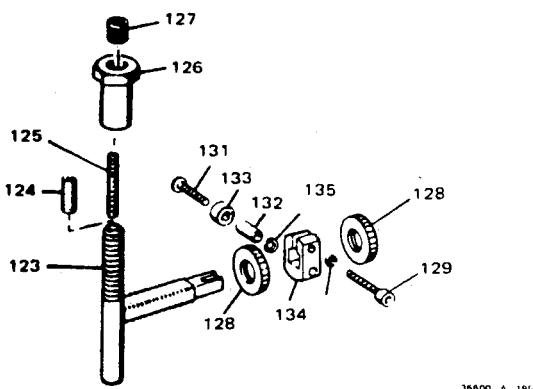

図3-2 高速調整部の展開図
3. 先ずハイスピード・アジャスティング・セットスクリュ (125、図3-2) の上端とT形をしたスピード・セットスクリュ (123) の上端とを同一面となるようにします。
- b. 制御空気圧を正規の最大値にする前に規定の最高速に達してしまう時はボールベアリング・ピボットプラケット (ファルクラム, 134, 図3-2) をスピードセッティング・シリンドに近づけて、制御空気圧範囲に対するガバナ速度範囲を狭くします。
- c. スピードアジャスティング・スクリュ (123, 図3-2) の中にあるハイスピード・アジャスティング・セットスクリュ (125, 図3-2) を時計方向に回転し、ハイスピード・ストップピンに接触させます。セットスクリュをねじ込みすぎると原動機の速度は低下します。